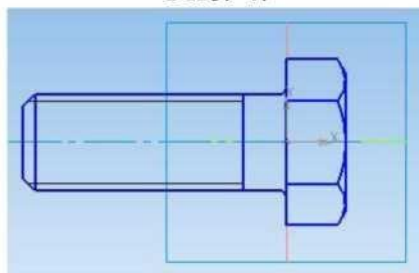

Рис. 5.
8. Расположите чертеж болта так, как указано на рис. 5.